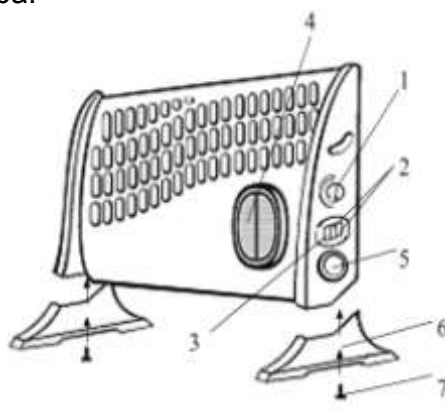
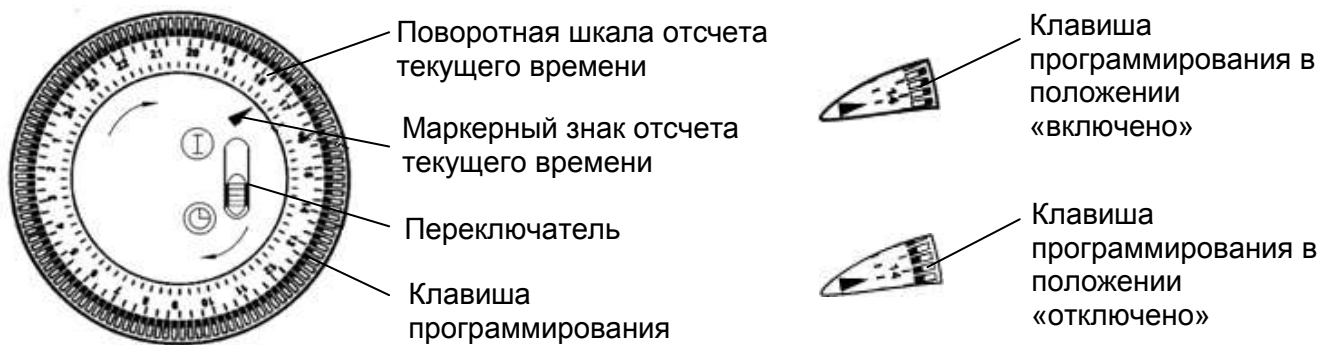

Рис.4
Рис. 5
5.7 Переведите клавиши ступенчатого регулятора мощности, клавишу выключателя (для моделей с вентилятором) в отключённое положение «0», совместите «риску» на ручке термостата со знаком * на корпусе конвектора (см. рис.4), установите переключатель таймера (для моделей с таймером) в положение «I» (см. рис.5). Конвектор готов к работе.
Клавишами программирования таймера (см. рис. 5) установите желаемые интервалы времени «включенного» и «отключенного» состояния конвектора. Поворотом шкалы отсчета текущего времени таймера в направлении стрелки установите текущее время, совместив его с маркерным знаком ▲ отсчета текущего времени. Включите таймер, установив переключатель в положение ⌚ В положении «I» выключателя таймер выключен (что эквивалентно установке всех клавиш программирования в положение «включено»). Дискретность программирования времени – 15 минут (1 клавиша). Время программирования – сутки (24 часа). Число повторов исполнения программы – не ограничено.
Демонтаж опор конвектора производится следующим образом: открутите винты 7 крепления опор 6 (рис.4) и снимите опоры.